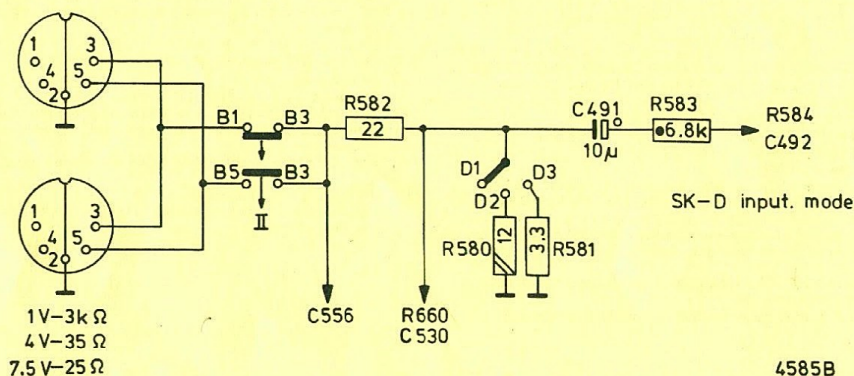

Fig. 2
- The input circuit is changed in accordance with Fig. 2.
- De ingangsschakeling wordt gewijzigd volgens Fig. 2.
- Le circuit d'entrée est adapté à ces transformations, voir Fig. 2.
- ✓ Die Eingangsschaltung ist gemäss Abb. 2 geändert.
As from change code PL03 a different relay is used for production reasons. However, this is only temporary. As this temporarily used relay has no make-and-break contact, the circuit has been adapted in accordance with Figs. 2 and 3. The dimensions of the relay are also different. However, the p.c. board has been made compatible, so that both relays can be fitted. However, Service only supplies the relay with the make-and-break contact. However, the dimensions may still differ.
Met wijzigingsnr. PL03 is om produktieredenen een ander relais gebruikt. Dit is van tijdelijke aard. Omdat het andere relais geen wisselkontakt heeft, is de schakeling aangepast volgens fig. 2 en fig. 3. Het tijdelijk toegepaste relais heeft andere maten dan het voorheen gebruikte. De print is achter universeel gemaakt, zodat beide relais mechanisch passen.